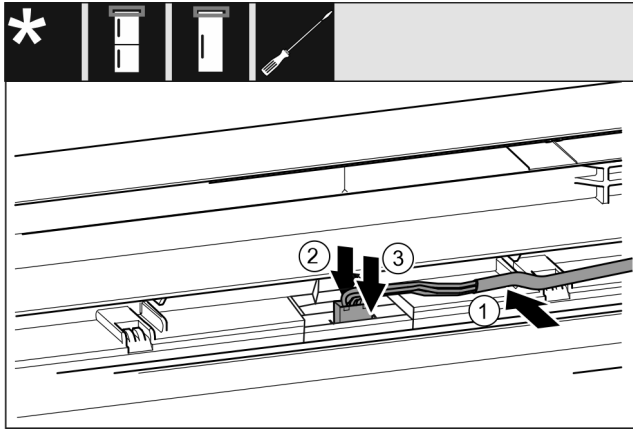

Fig. 32
- ▶ Introduceți cablul gri în ghidaj, în ușa superioară. Fig. 32 (1)
- ▶ Apăsați ciocul de fixare spre înapoi Fig. 32 (2)
- ▶ Fixați în poziție fișa. Fig. 32 (3)